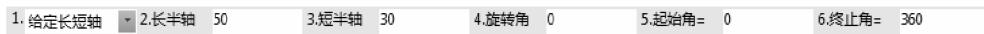

图 3-17 椭圆立即菜单 1
2) 绘制水平的椭圆。单击椭圆按钮，在弹出的立即菜单中按照图 3-17 所示进行设置。